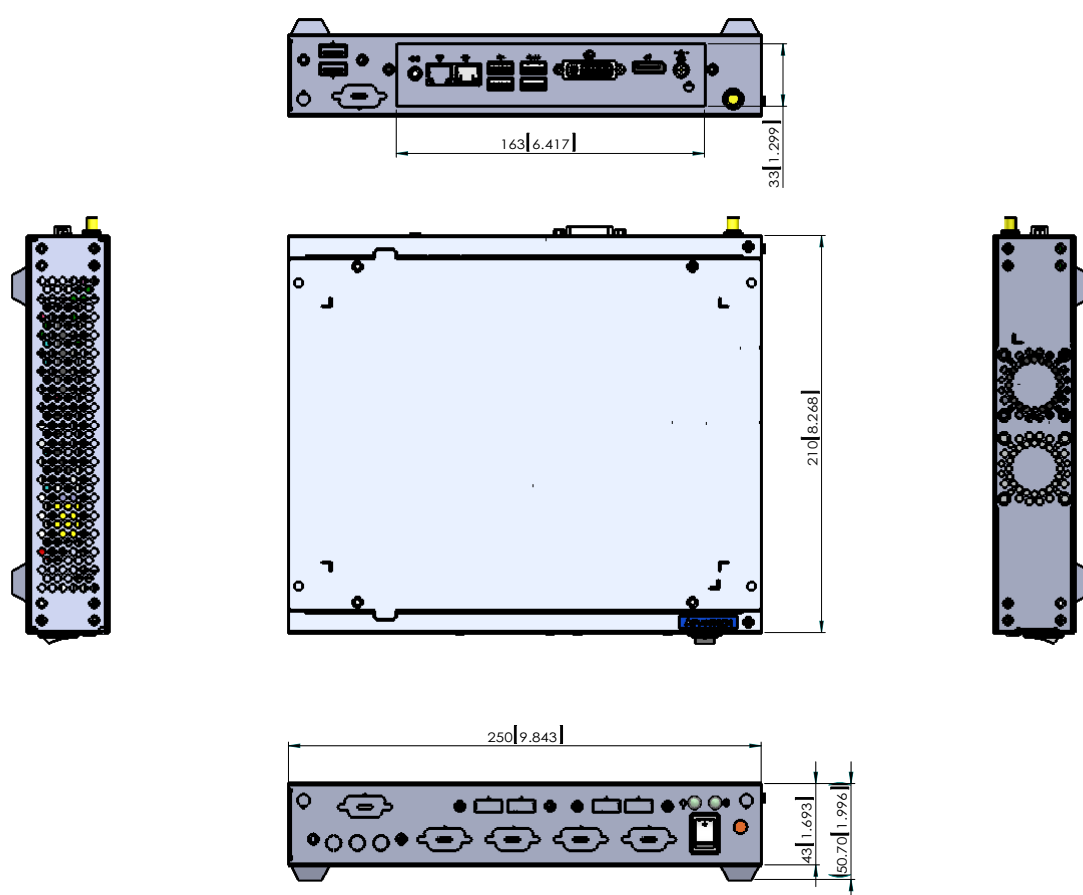

Figure 1.1 Dimensions/ 产品尺寸 / 產品尺寸
- Figure 1.1 Dimensions/ 产品尺寸 / 產品尺寸 3